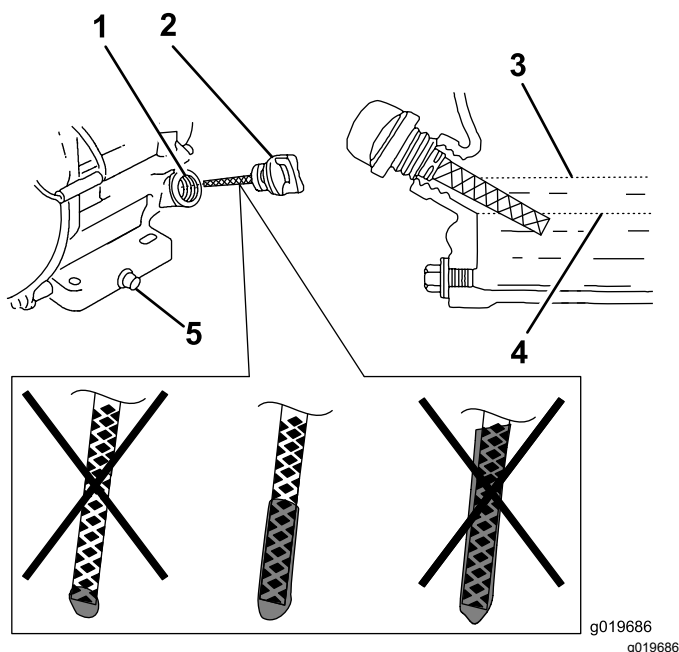

Рисунок 28
6. Выньте щуп и проверьте уровень моторного масла (Рисунок 28).